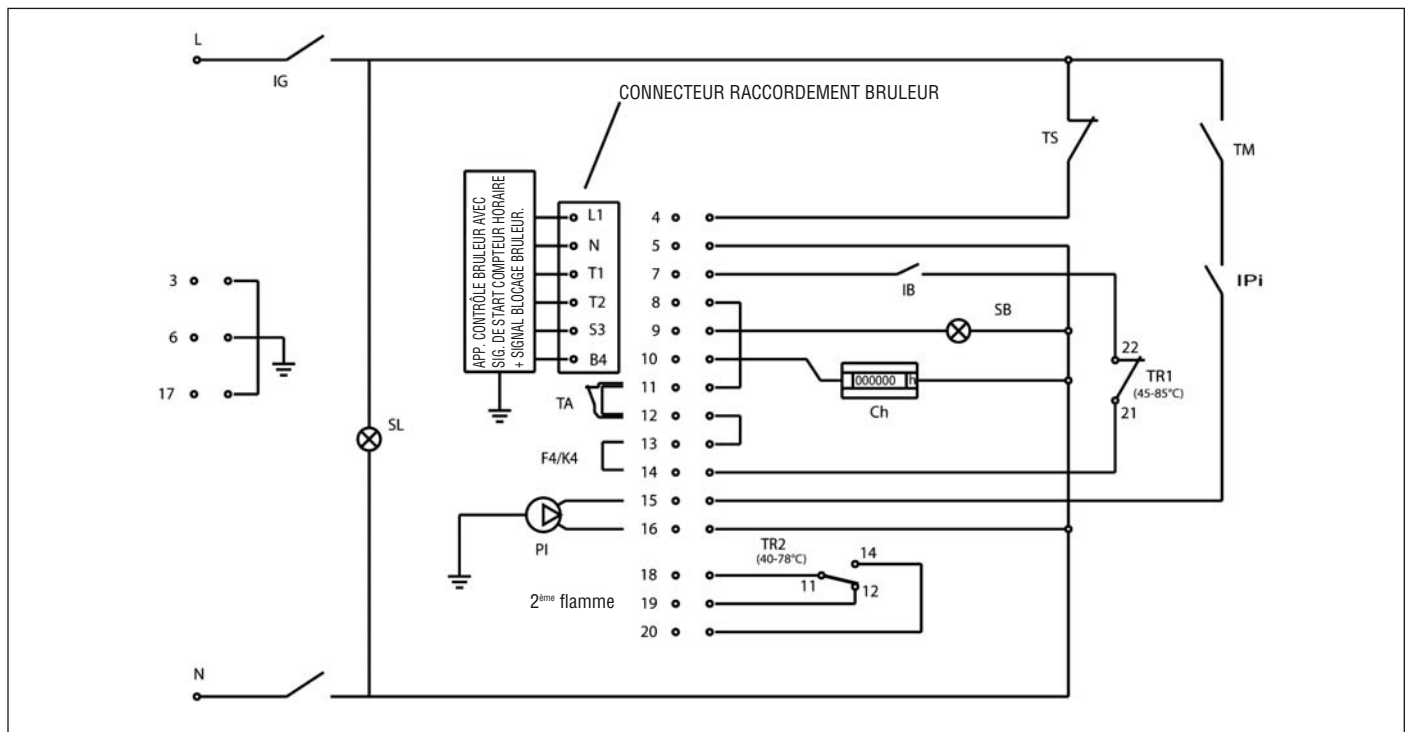

Fig. 17
Pour le branchement électrique de chaudières ayant une puissance nominale supérieure à 300.000 Kcal/h, l'installateur doit prévoir un 2^{ème} thermostat de sécurité. **6.4 Schéma électrique pour brûleur et pompe monophasé** (Fig. 17)
7.2 Schéma électrique pour brûleur et pompe monophasé (Fig. 17)